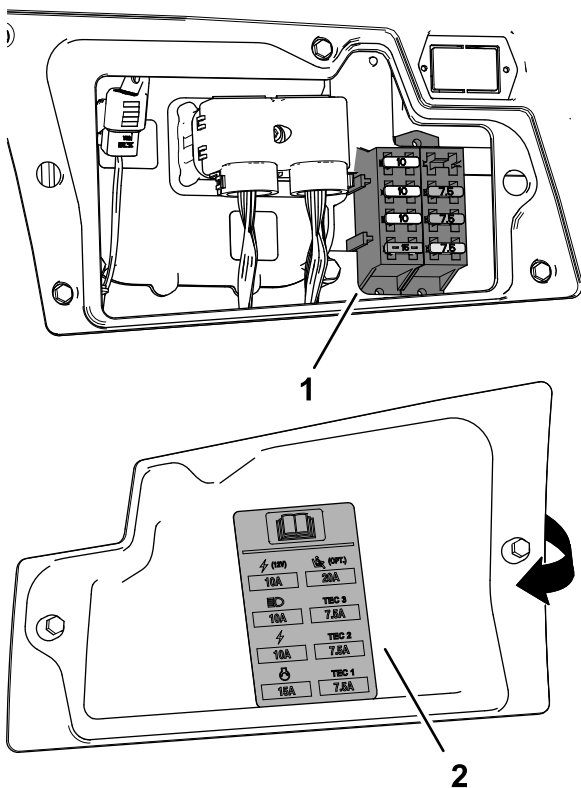

Рисунок 99
3. Замените перегоревший предохранитель (Рисунок 99) на предохранитель такого же типа и номинальной силы тока.